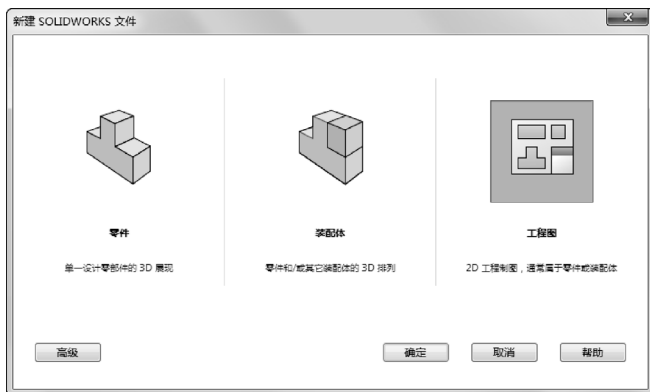

图 12-47 “新建 SOLIDWORKS 文件”对话框
1) 新建文件。进入 SOLIDWORKS 2018, 选择菜单栏中的“文件”→“新建”命令或单击“标准”工具栏中的 (新建) 按钮, 在弹出的“新建 SOLIDWORKS 文件”对话框中(图 12-47)单击“工程图”按钮, 新建工程图文件。